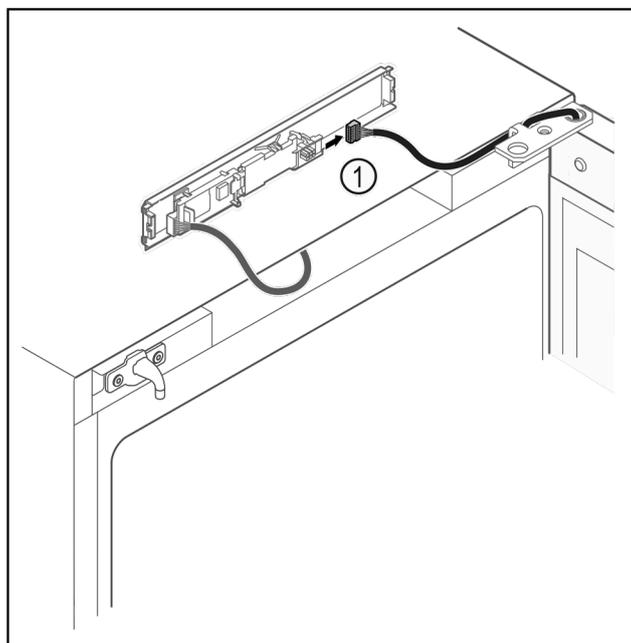

Fig. 16
u Stecker Fig. 16 (1) von Platine abstecken.